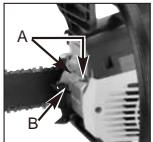

Fig. 17A
1. Fjern de 2 boltene (A) og trekk lyddemperen ut. (Fig. 17A).